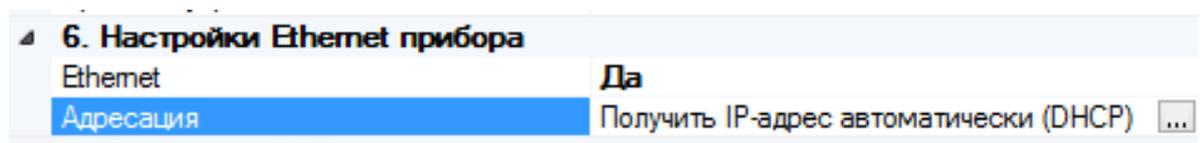

Рисунок 6.42
- Если в оборудовании сети поддерживается протокол DHCP, то может быть использован режим "Получить IP-адрес автоматически" (Рисунок 6.42).